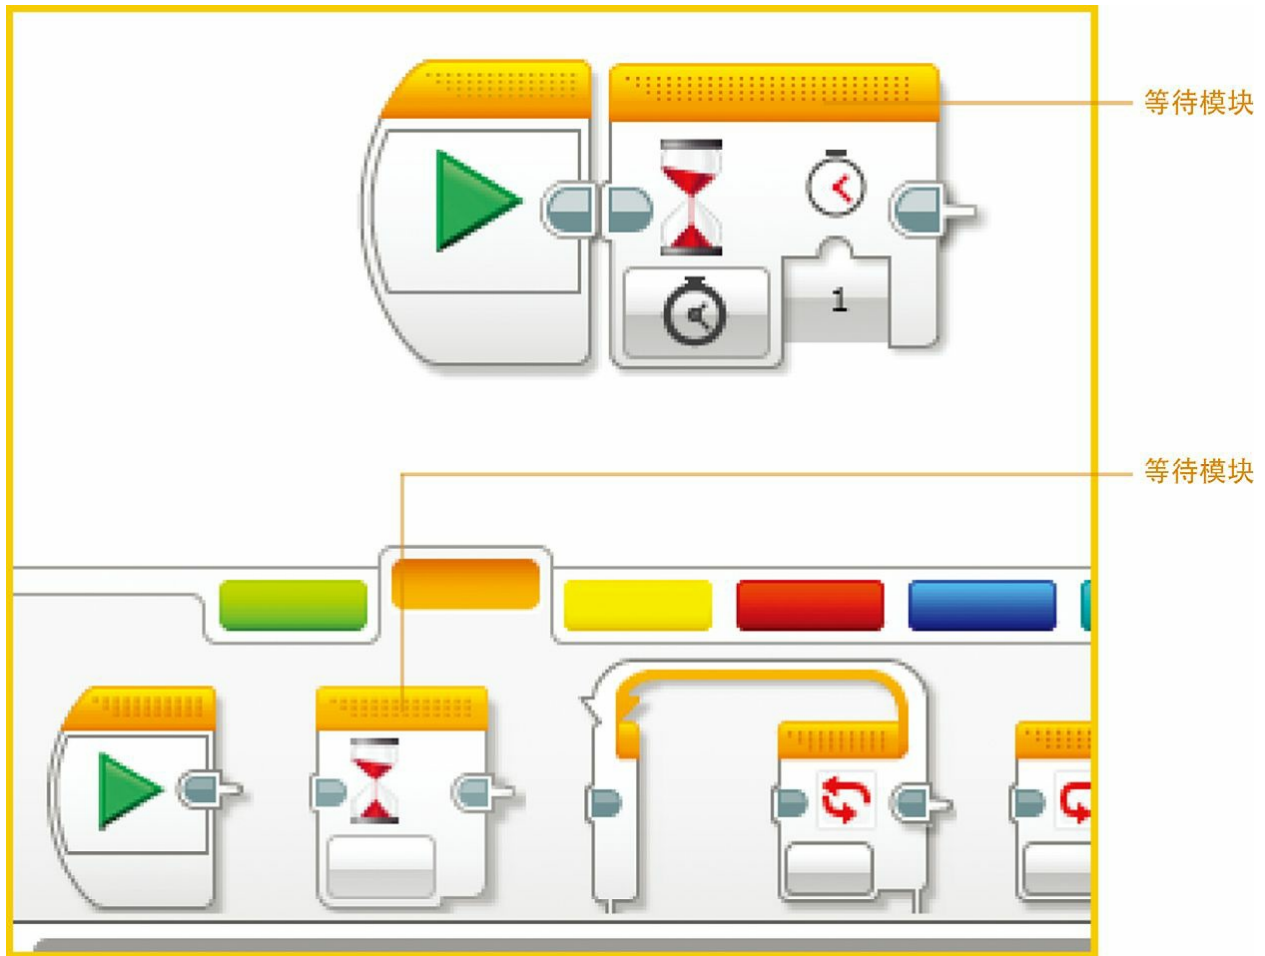

图8.11 拖曳出等待模块，然后更多选项就会出现
4. 从橘黄色模块组里面拖曳出一个等待模块到画布上（如图8.11所示）。